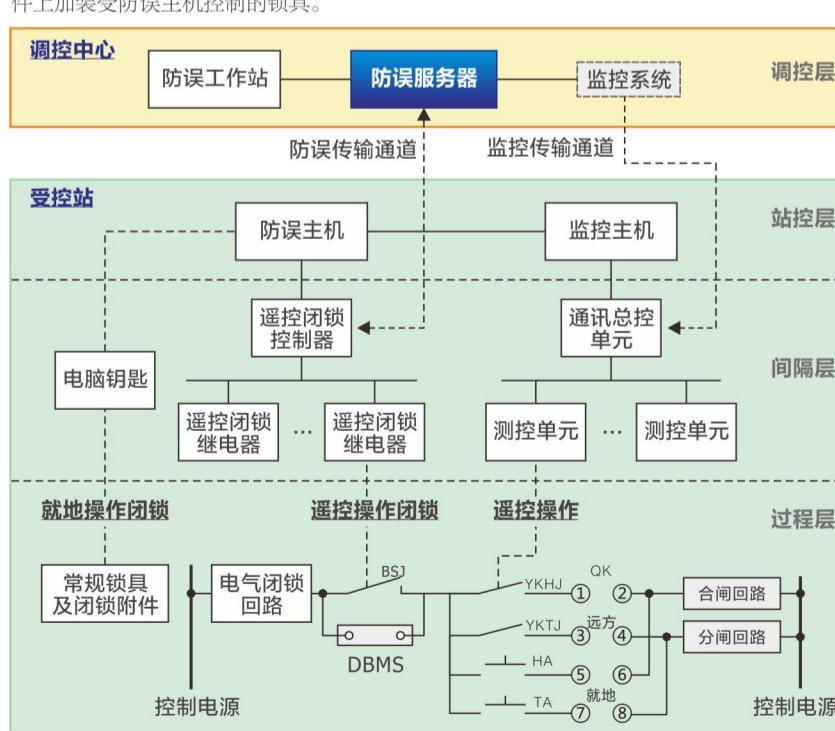

图1 常规受控站遥控闭锁结构图
1) 在常规变电站中，通过受防误主机控制的遥控闭锁控制器及遥控闭锁继电器实现远方遥控的强制闭锁。遥控闭锁继电器接点串入遥控操作回路中，只有防误主机判断后，可以操作的设备才开放遥控闭锁继电器接点，相应的遥控操作才能执行下去，否则遥控不能执行，从而实现设备的强制遥控闭锁。如图1所示。